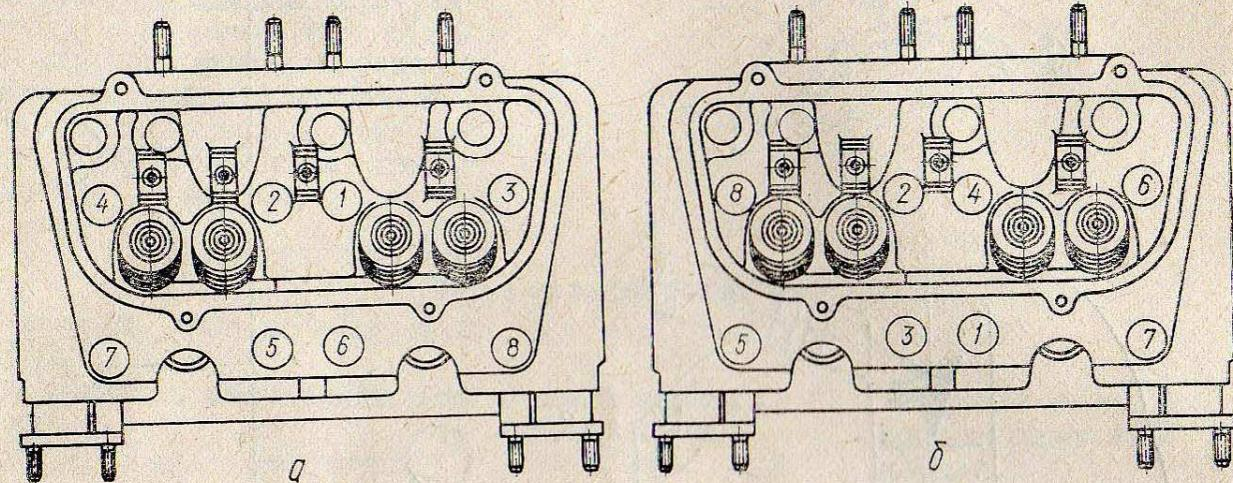

Рис. 10. Порядок затяжки гаек головок цилиндров:
**Затяжка гаек крепления головки цилиндров.** Производят только на холодном двигателе (температура двигателя 20—30 °С) в два приема: предварительная — моментом затяжки 16—20 Н·м (1,6—2,0 кгс·м) и окончательная — моментом затяжки 40—50 Н·м (4—5 кгс·м) в порядке, указанном на рис. 10. Во избежание поломки направляющих клапанов, гайки необходимо затягивать и отворачивать только торцовым ключом с наружным диаметром головки не более 23 мм.